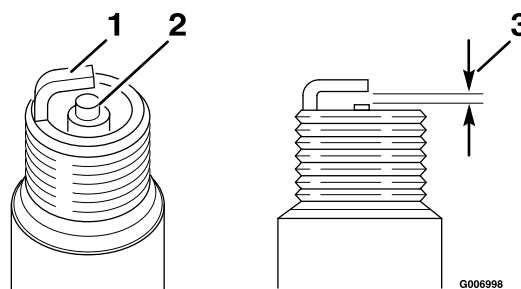

Figura 21
5. Ajuste la distancia entre los electrodos a 0,76 mm; consulte Figura 21.